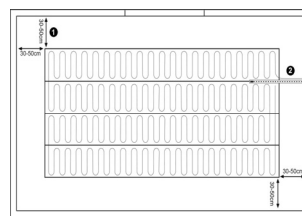

Рис. 2
3. **Составьте схему укладки нагревательной секции (рис. 2).** При составлении схемы укладки предусматривайте расстояние 30 - 50 см между системой и стеной, а также до других нагревательных приборов (стояки, трубы водяного отопления и т.п.).